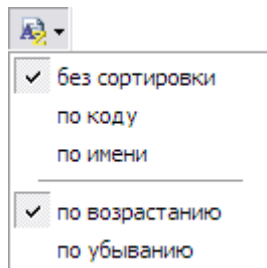

Рис. 3.223
- Производить сортировку элементов проекта, используя выпадающее меню кнопки **Сортировка**  (Рис. 3.223).